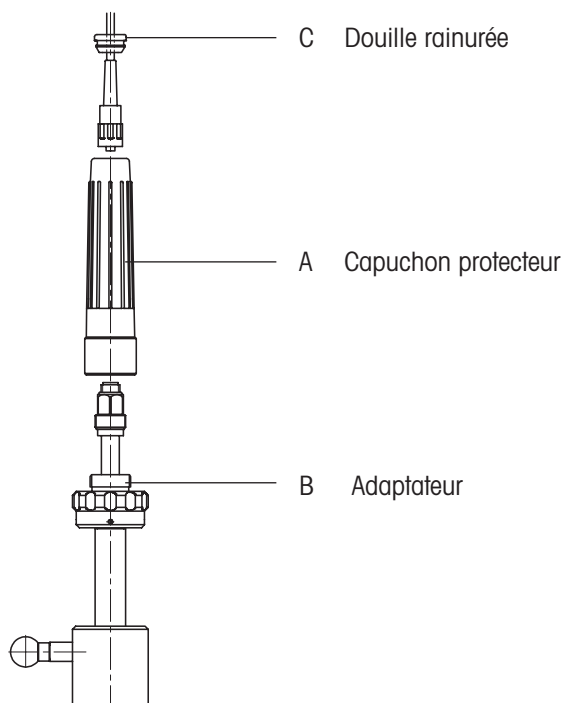

Figure 8 "Montage de l'électrode"
2. Dévisser le capuchon protecteur (A) de l'adaptateur (B) (cf. Fig. 8).
5. Introduire la prise pour le câble coaxial de l'électrode depuis le haut d'abord à travers le capuchon protecteur (A) et visser sur la tête enfichable de l'électrode (cf. Fig. 8).
6. Visser et serrer à la main le capuchon protecteur (A) sur l'adaptateur (B).
7. Faire coulisser la douille rainurée (C) le long du câble et l'insérer dans le capuchon protecteur (A).
2. Retirer la douille rainurée (C) du capuchon protecteur (A) (cf. Fig. 8).
3. Dévisser le capuchon protecteur (A) de l'adaptateur (B).
4. Retirer la douille rainurée (C) du capuchon protecteur (A) (cf. Fig. 8).
5. Dévisser le capuchon protecteur (A) de l'adaptateur (B).
1. Dévisser le capuchon protecteur (A) de l'adaptateur (B) (cf. Fig. 8).
4. Introduire la prise pour le câble coaxial de l'électrode depuis le haut d'abord à travers le capuchon protecteur (A) et visser sur la tête enfichable de l'électrode (cf. Fig. 8).
5. Visser et serrer à la main le capuchon protecteur (A) sur l'adaptateur (B).
6. Faire coulisser la douille rainurée (C) le long du câble et l'insérer dans le capuchon protecteur (A).